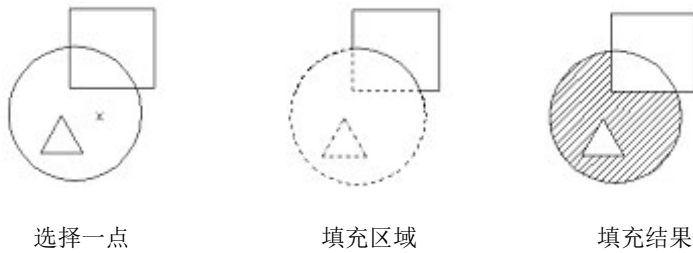

图 3-32 边界确定
(1) “拾取点”按钮：以拾取点的方式自动确定填充区域的边界。在填充的区域内任意拾取一点，系统会自动确定包围该点的封闭填充边界，并且高亮度显示，如图 3-32 所示。